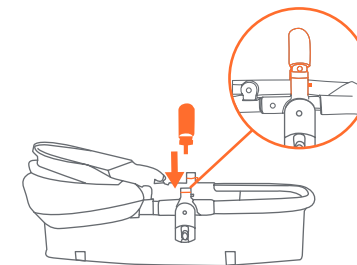

Fig. 4a
- 4) • Coloque la barra frontal alineando los anclajes con las ranuras de la sillita. Empuje hasta que encaje (Fig. 4a). **Nota:** la barra frontal debe estar sujeta de manera segura antes de poder usar el producto.